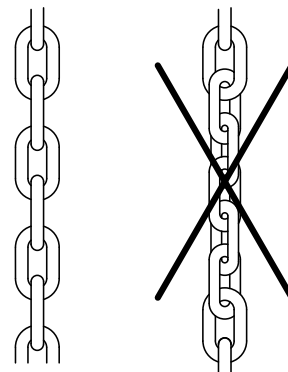

Abb. 2: Veränderung der Haspelkettenlänge
- Bei Veränderung der Haspelkettenlänge darauf achten, dass die Haspelkette nicht in sich verdreht montiert wird (Abb. 2).